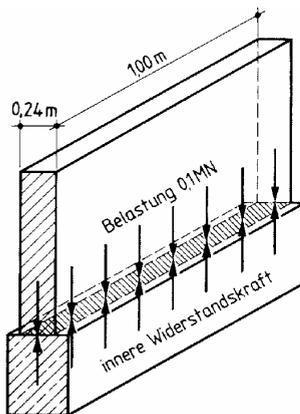

Bild 3.83 Belastung eines Streifenfundaments
**Beispiel** Eine Wand lastet mit 0,1 MN auf dem Streifenfundament in Bild 3.83. Wie groß ist die Spannung, die der Fundamentbeton auszuhalten hat?